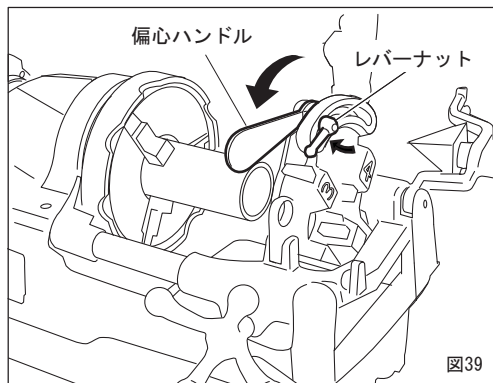

図39
- ① ねじ切りのサイズ寸法を合わせるには偏心台の目盛りを、ダイヘッドのサイズ目盛りのねじ切り寸法に合わせて、レバーナットを締めて固定してください。(図39)
- ② スイッチを入れますとオイルはダイヘッドから自動的に注油されます。
- ③ 送りハンドルを右回り方向に動かしパイプにチェーザを押し付け食い付かせてください。ねじ山が3~4山切ればあとは自動的にねじが切れます。